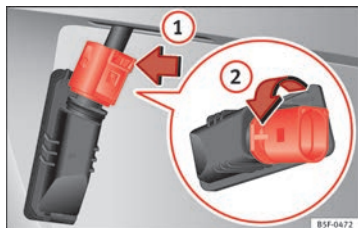

Fig. 203 Luz de matrícula: desmontar el portalámparas.
3. En el bloqueo del conector presione ⇒ fig. 203 en la dirección de la flecha ① y tire del conector.
4. Gire el portalámparas en la dirección de la flecha ② y sáquelo con la lámpara.
6. Introduzca el portalámparas en la luz de matrícula y gire en dirección opuesta a la flecha ② hasta el tope.